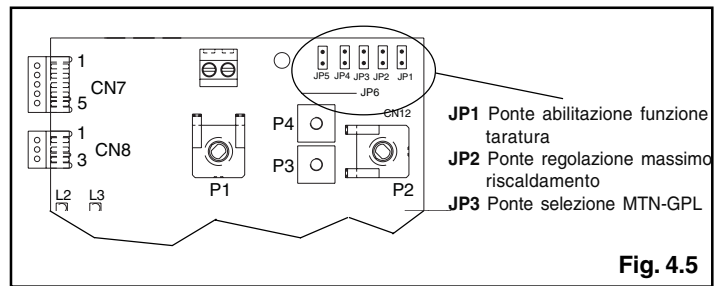

Fig. 4.5
La funzione "regolazione elettrica" viene attivata e disattivata esclusivamente dal jumper (JP1) (fig. 4.5).
- inserire il jumper JP1 (fig. 4.5) per abilitare le manopole poste sul pannello
- inserire il jumper JP2 (fig. 4.5)
- sulla scheda di controllo (fig. 4.5):